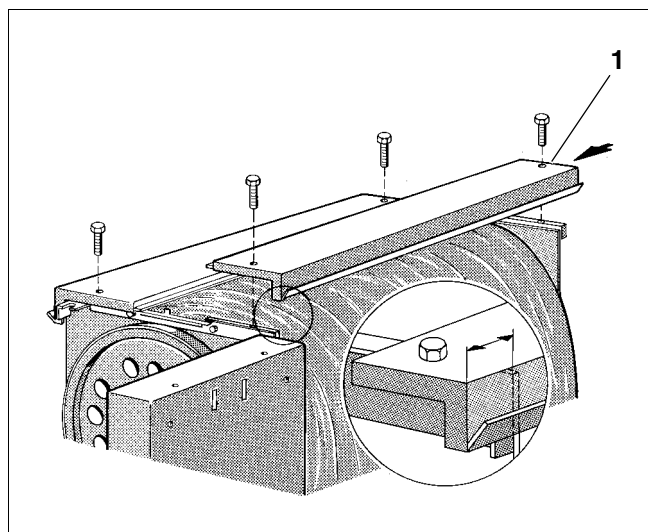

Fig. 13 Montaj manta
- Așezați carcasa stângă și dreaptă pe traversa superioară și înșurubați-le cu șuruburi hexagonale în spate și în față pe traverse (Fig. 13).
Țineți cont de (Fig. 13, Poz. 1) avertismentul "În spate"!
Distanța dintre muchia carcusei și partea frontală a cazanului trebuie să fie de 38 mm (Fig. 13).